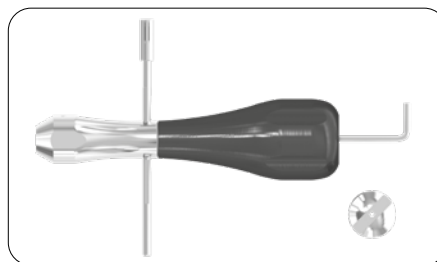
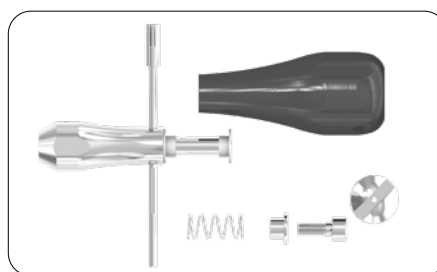

Fig. 5
Fig. 6
Con la tomas®-screwdriver key 3.0 (llave hexagonal interior 3,0) quitar el tornillo cilíndrico que hay debajo (fig. 5) y desmontar el tomas®-screwdriver en sus componentes (fig. 6).